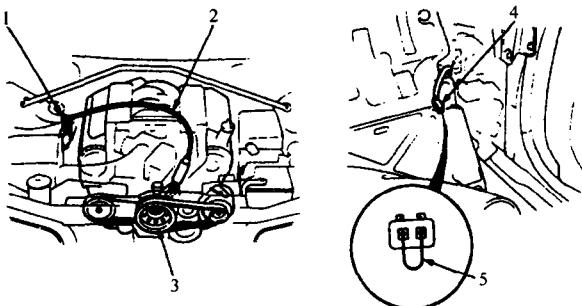
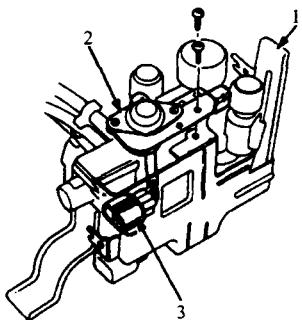

图 1-4 点火正时检查——传奇车型
图 1-5 控制盒和点火正时调节器——传奇车型
参见图 1-4 和图 1-5。
① 从驾驶室前壁拆下控制盒盖（见图 1-5）。注意不要损坏真空软管。
② 用  $1/8\text{in}$  的钻头钻下盖上的两个铆钉。然后，从调节器上拆下盖。
③ 顺时针转动调整螺钉，可使点火正时推迟，逆时针转动可提前点火。
④ 调整完成后，使用新的铆钉将盖安装到点火正时调节器上。
⑤ 重新装上控制盒盖。
⑥ 从检修插接器上拆下跨接线。